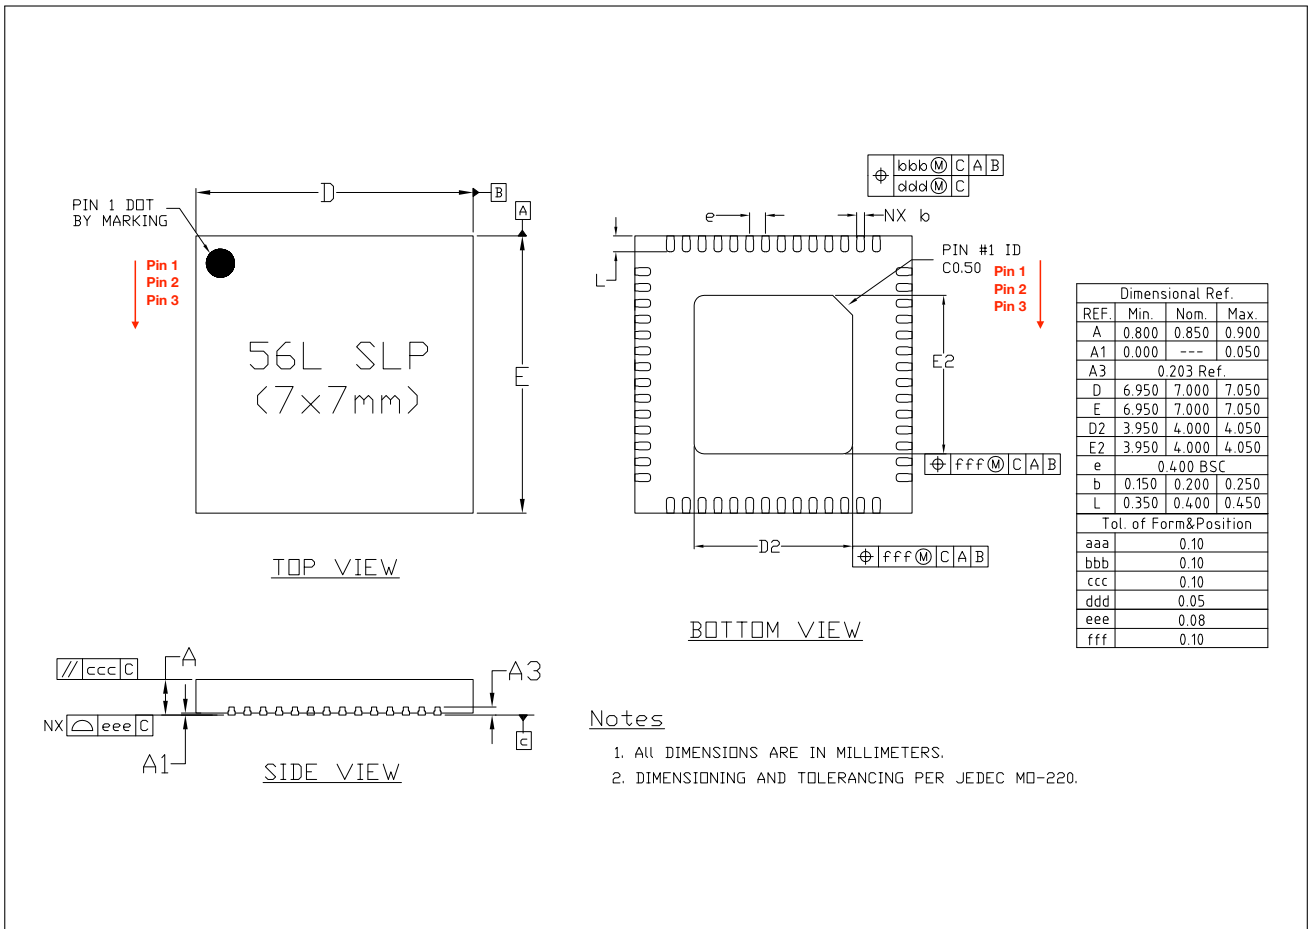
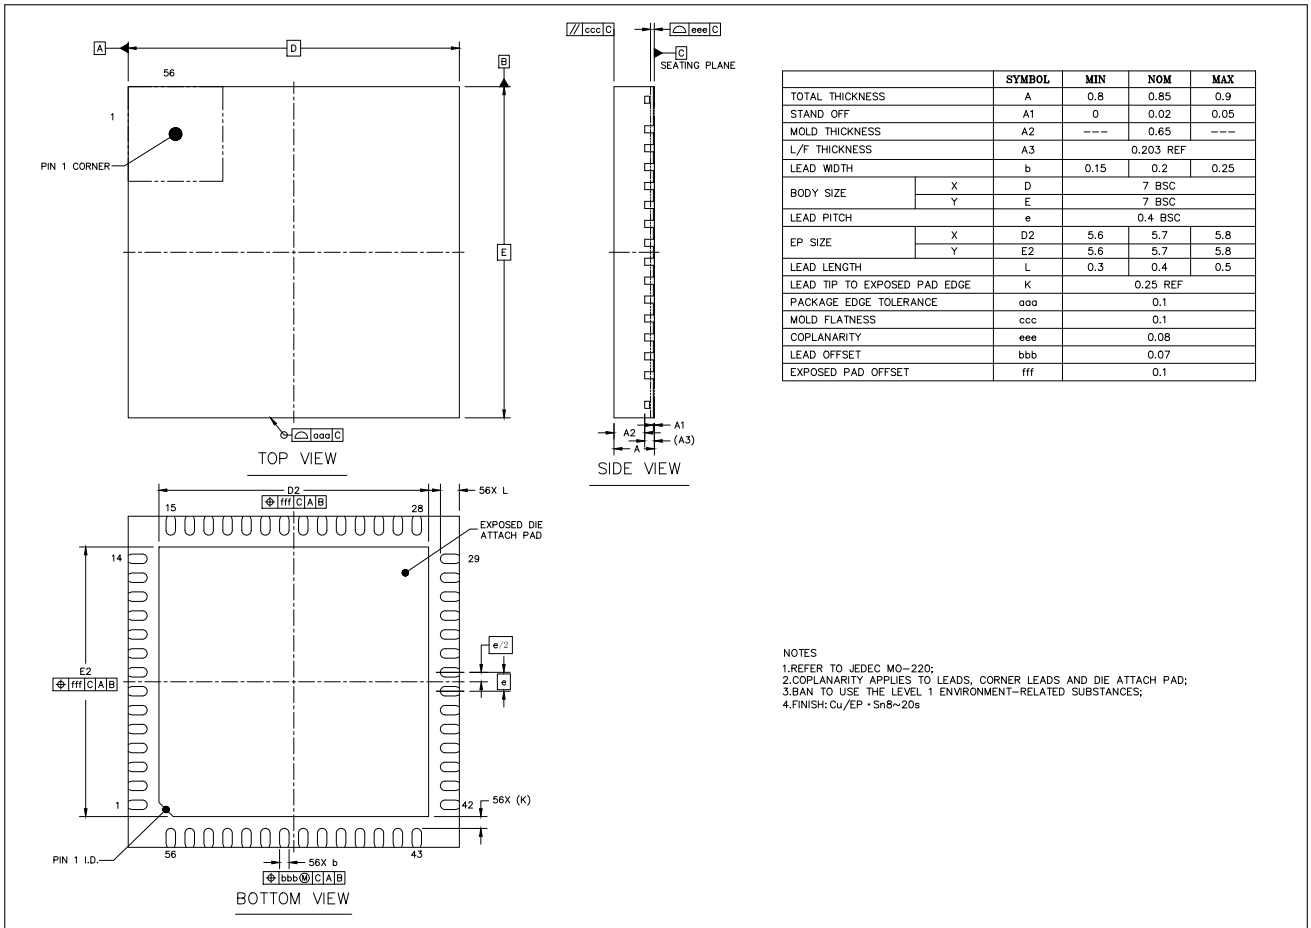

图 7-1. QFN56 (7×7 mm) 封装
图 7-2. QFN56 (7×7 mm) 封装 (仅适用于 ESP32-S3FH4R2)
- ESP32-S3FH4R2 芯片的封装（见图 7-2）除 EPAD 尺寸更大外，与其他 ESP32-S3 芯片封装（见图 7-1）相同。ESP32-S3FH4R2 芯片同样可使用 源文件 \(dxf\)，但需更改其中的 EPAD 尺寸（具体见图 7-2 中的 D2 和 E2）。